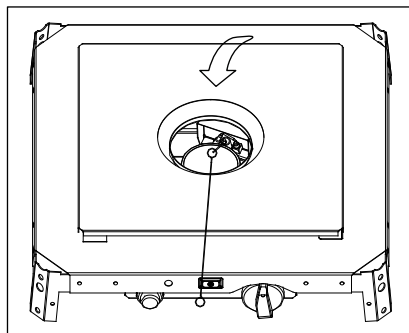

Figura 3
- Como usted está desajustando el botón de control, coloque el encendedor de tallo largo (no incluido) a través del agujero en el panel de control para encender la llama piloto. (Figura 3).